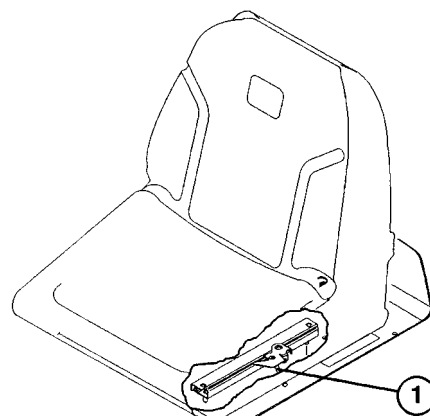

Fig. 11
**SÆDEINDSTILLINGSHÅNDTAG** (Fig. 11)—Med håndtaget i venstre side af sædet kan sædet indstilles 17,8 cm frem og tilbage.